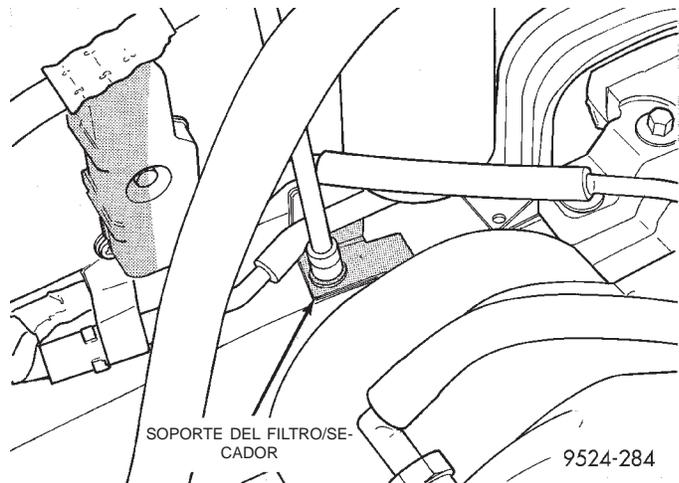

Fig. 54 Soporte del filtro/secador
- (4) Retire el perno del soporte del filtro/secador que está en la base de éste (Fig. 54).
- (5) Tapone la tubería de líquido y la conexión rosca del condensador mientras el sistema permanece abierto, a fin de evitar que entre humedad al mismo.